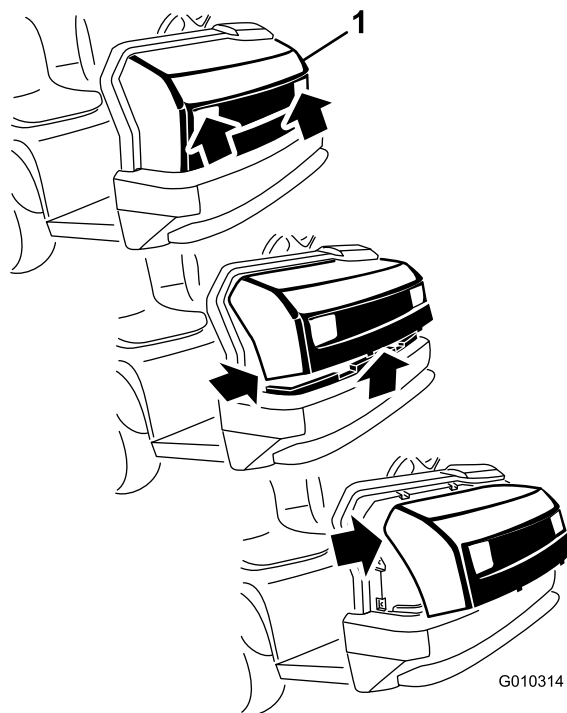

図 47
2. フードの下側を手前に持ち上げて、上部の取り付けタブをフレームのスロットから引き抜けるようにする 図 47。
3. フードの上側を手前に倒し、ヘッドライトからワイヤコネクタを抜く 図 47。
2. 上側の取り付けタブをフレームの穴に差し込む 図 47。
3. 下側の取り付けタブをフレームの穴に差し込む 図 47。
1. ヘッドライトの開口部でフードをつかみ、フードを持ち上げて、下側の取り付けタブをフレームの穴から外す 図 47。